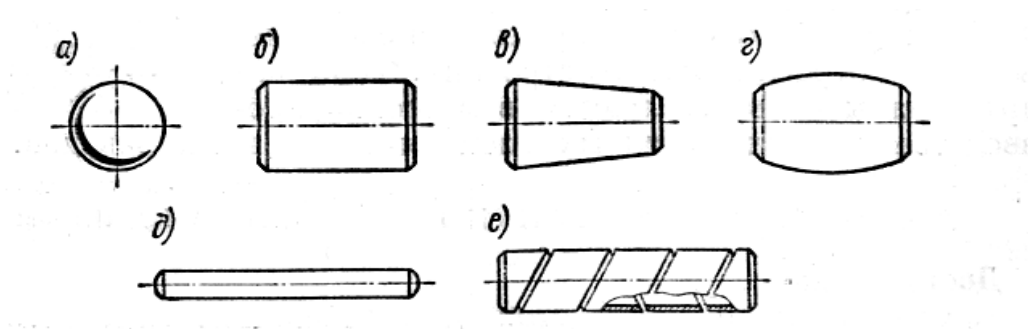

Рисунок 11.2 - Тела качения подшипников
1. По форме тел качения (рисунок 11.2): шариковые (а), роликовые: цилиндрические (б), конические (в), бочкообразные (г), игольчатые (д), витые (е).